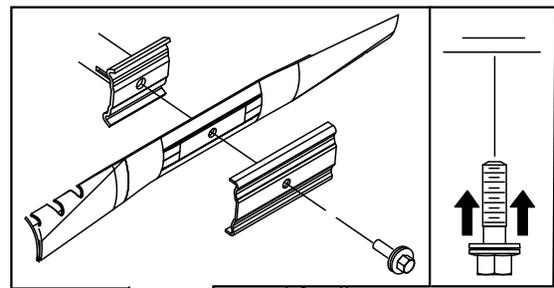

Bild 52
3. Stabilisieren Sie das Messer mit einem Holzblock (Bild 52).
4. Nehmen Sie das Messer ab und bewahren Sie alle Befestigungsschrauben auf (Bild 52).
5. Setzen Sie das neue Messer und alle Schrauben auf (Bild 52).